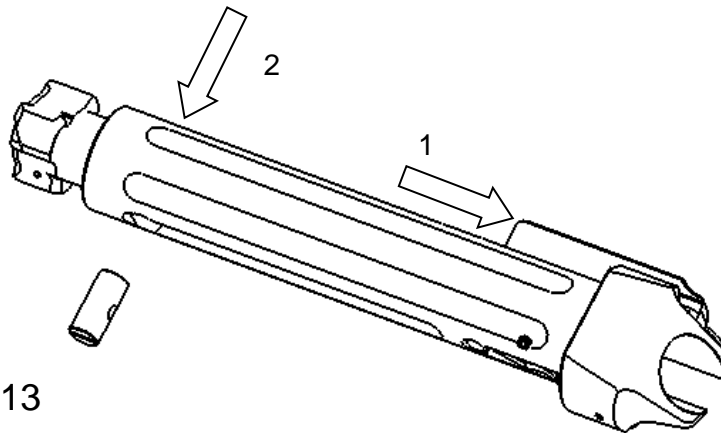

Bild 13
- Schieber ca. 5 mm zurück bewegen (1) bis der Steuerbolzen gegenüber der Bohrung ankommt (Bild 13)
- Steuerbolzen von der Gegenseite herausschieben (2)